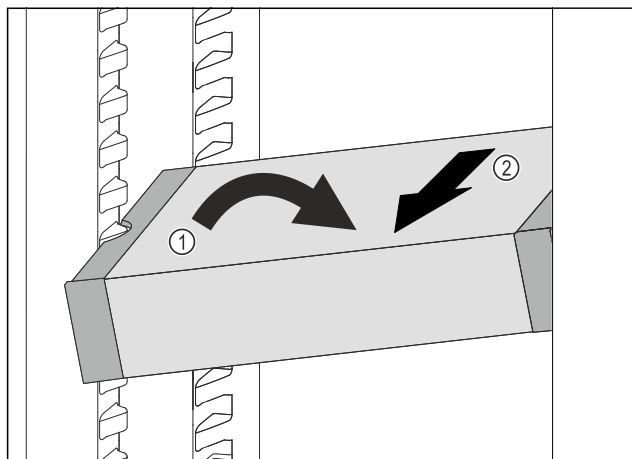

Fig. 85
- ▶ Poziționați oblic VarioSafe în frigider. Fig. 85 (1)
- ▶ Extrageți VarioSafe spre înainte. Fig. 85 (2)